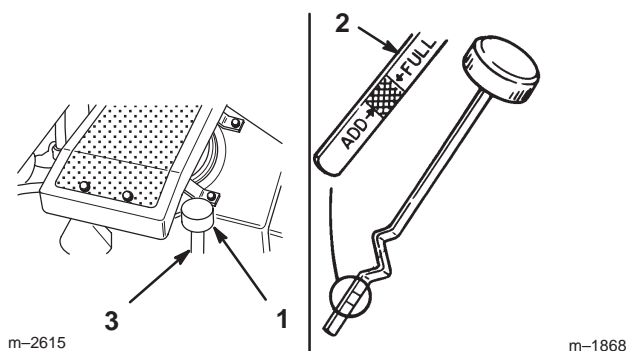

Figure 20
2. Nettoyez la surface autour de la jauge d'huile (Fig. 20) pour éviter que des impuretés ne s'introduisent dans le goulot de remplissage, ce qui risquerait d'endommager le moteur.
3. Dévissez la jauge d'huile et essuyez soigneusement l'extrémité métallique (Fig. 20).
4. Remettez la jauge complètement dans le tube de remplissage sans la visser (Fig. 20). Sortez de nouveau la jauge et examinez l'extrémité métallique. Si le niveau d'huile est bas, versez lentement une quantité d'huile suffisante dans le goulot de remplissage pour amener le niveau au repère du plein (FULL).
5. Versez lentement environ 80% de la quantité d'huile spécifiée à la page 27 dans le goulot de remplissage (Fig. 20).